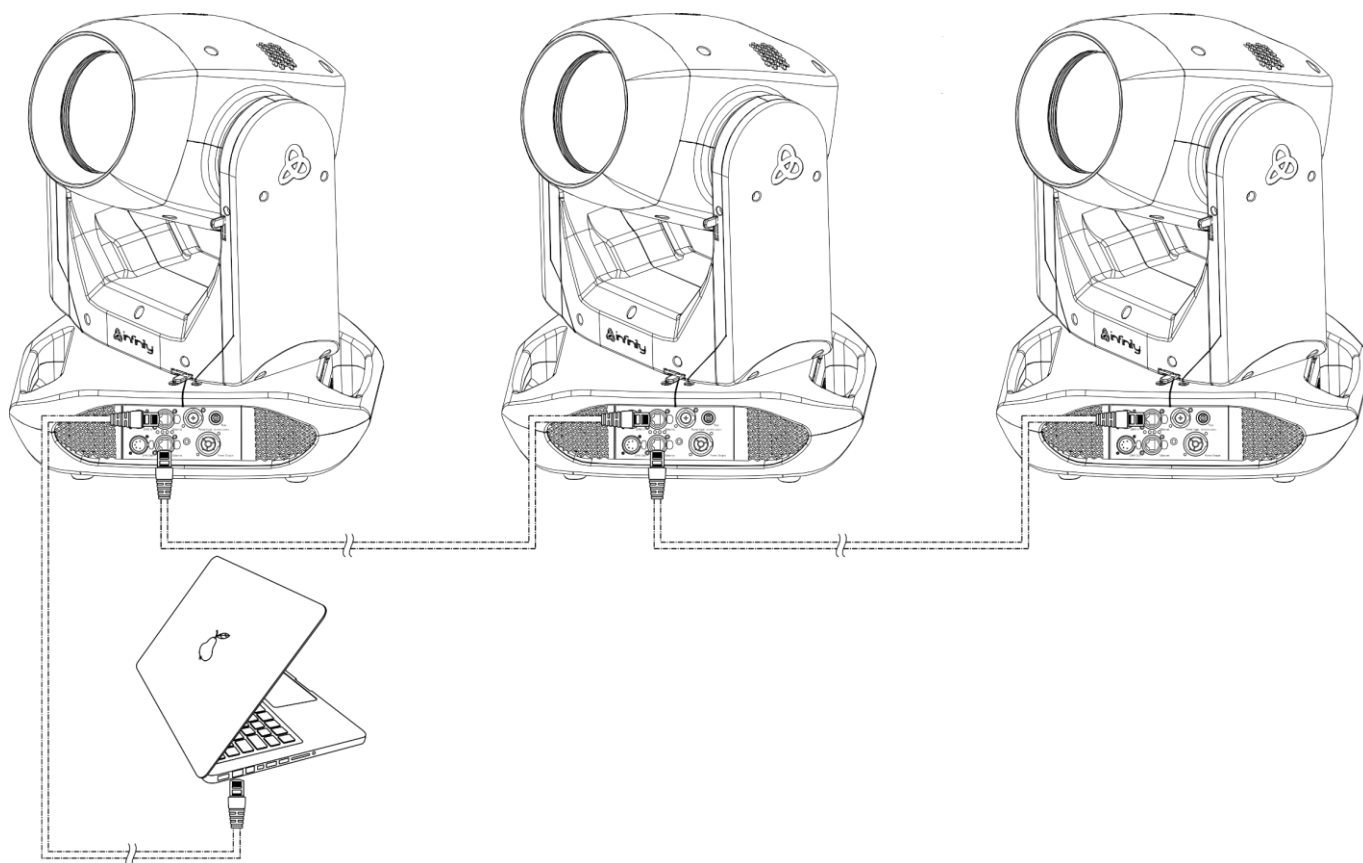

Fig. 13
- 05) Collegare le unità come indicato nella Fig. 13. Collegare la presa RJ45 "out" della prima unità alla presa "in" della seconda unità, servendosi di un cavo CAT-5/CAT-6. Ripetere questo processo fino a collegare il resto delle unità.